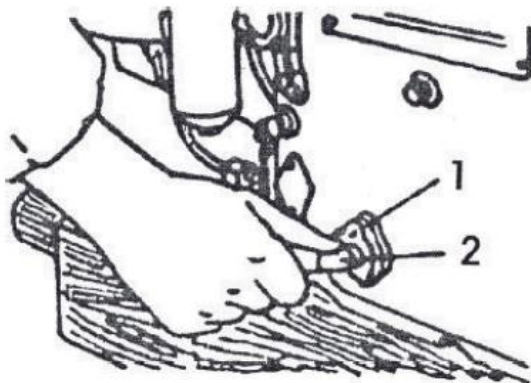

Fig. 5 Escorvar o sistema de injeção de combustível
- Ajustar a velocidade – botão da alavanca de controle na posição de “PARTIDA”(Start) indicada no painel. Mover a alavanca de escorva do combustível para frente e para trás até observar uma ação de “trepidação” do injetor de combustível (Fig.5).